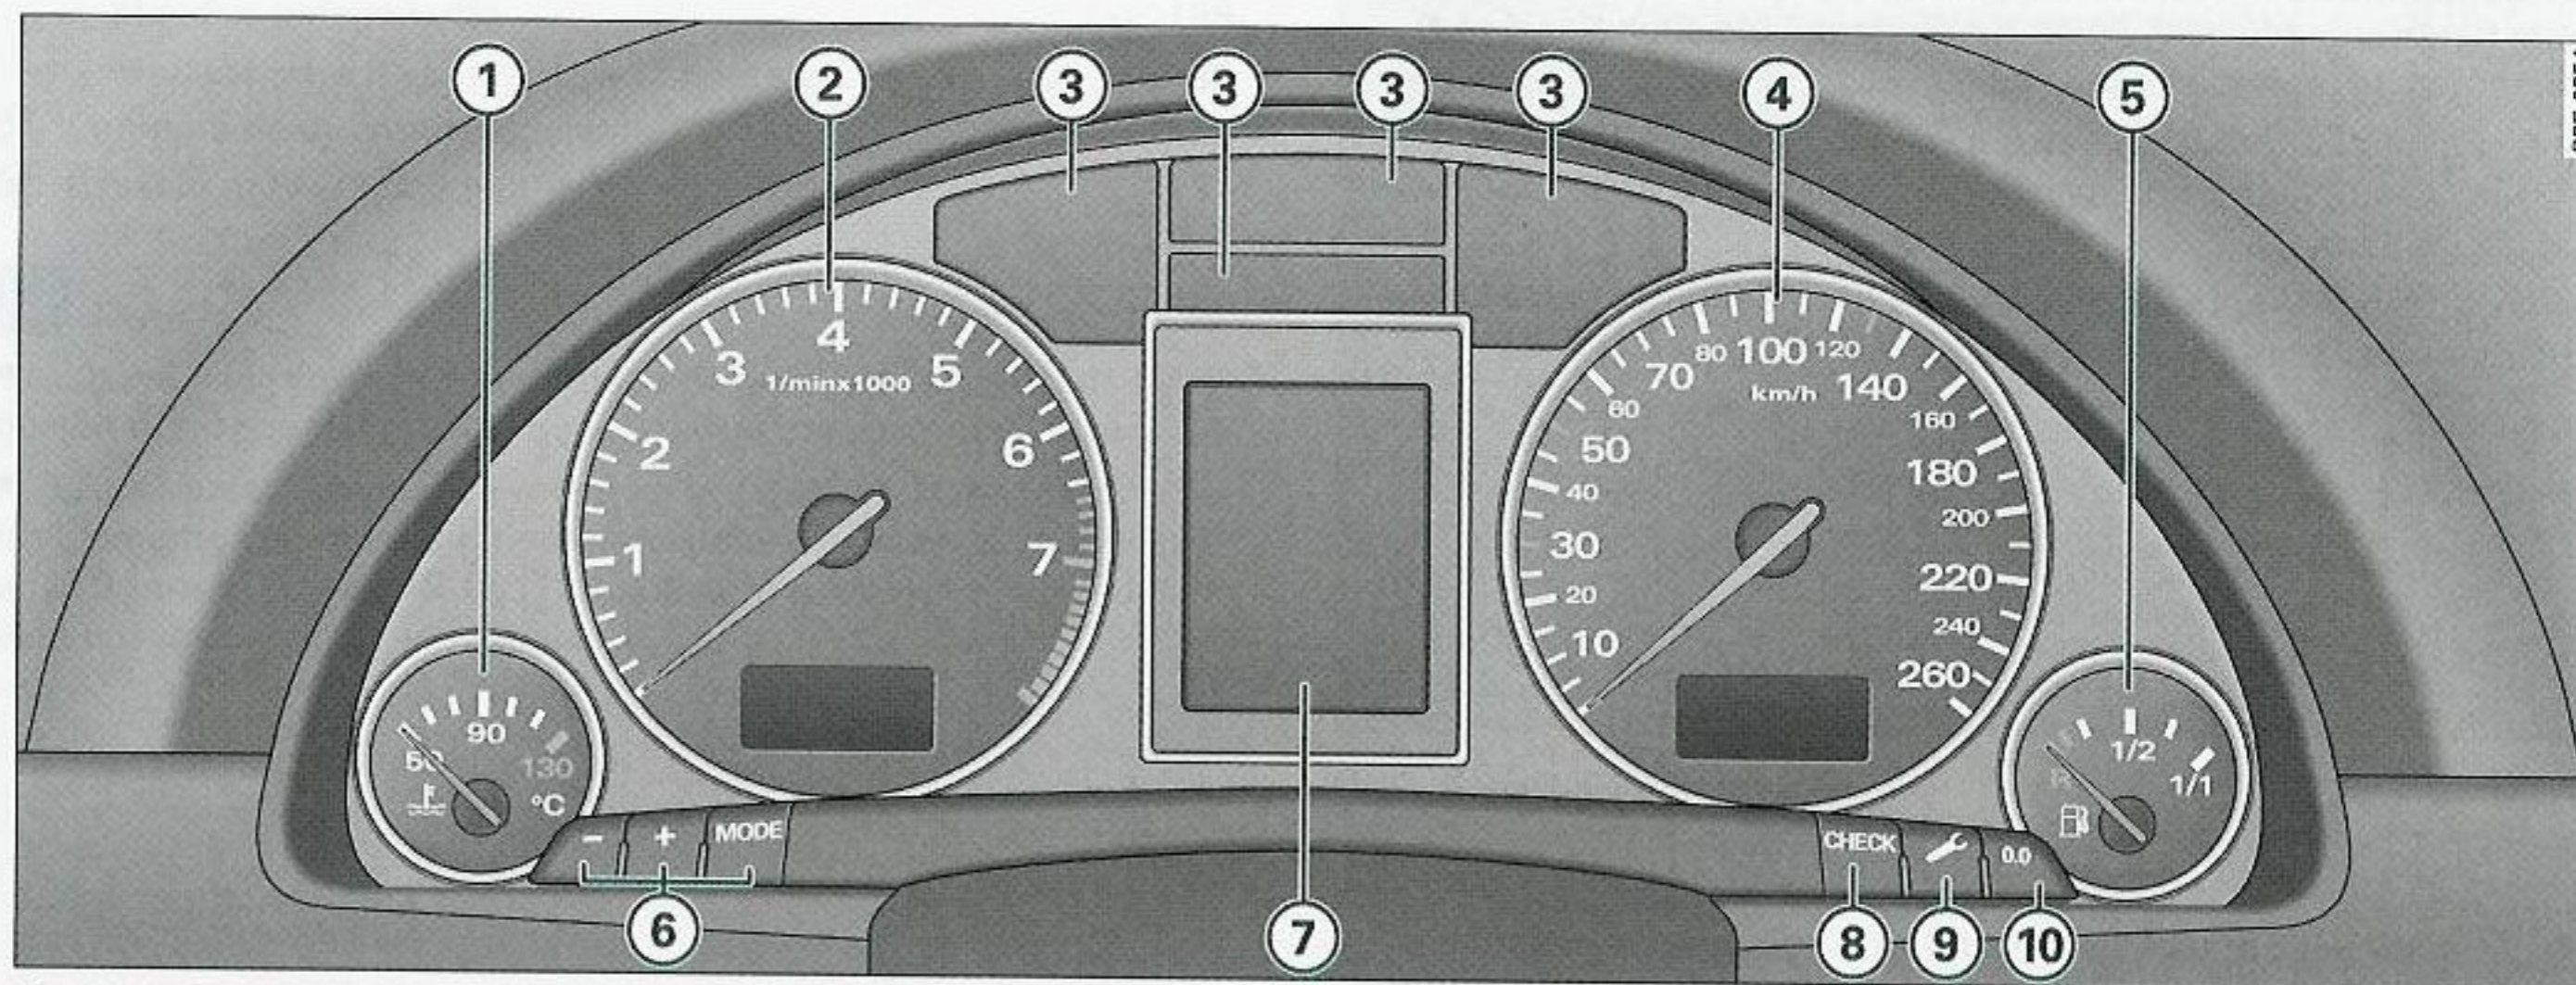

Fig. 3 Cuadro general del cuadro de instrumentos
El indicador para la temperatura del líquido refrigerante ⇒ *página 14, fig. 3* ① funciona sólo con el encendido conectado. Para evitar averías en el motor, tenga en cuenta las siguientes observaciones sobre los márgenes de temperatura.
La aguja del cuentarrevoluciones ⇒ *página 14, fig. 3* ② sólo deberá alcanzar la zona roja durante un breve período de tiempo, de lo contrario existe el peligro de que se averíe el motor. El comienzo de la zona roja en la escala depende de cada motor.
Estando el encendido desconectado, se puede activar durante algunos segundos tanto el reloj digital con indicación de la fecha como el cuentakilómetros pulsando la tecla CHECK ⇒ *página 14*, fig. 3 ⑧. ■